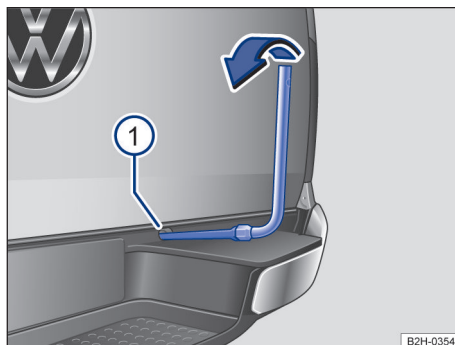

Fig. 204 Controlar el cable de elevación con el cabrestante.
1. Empurrar la llave de vaso de la caja de herramientas de a bordo en el tornillo con cabeza cuadrada → fig. 204 ① → ②.
3. Girar la llave de rueda en el sentido contrario al de la flecha → fig. 204 hasta encontrar resistencia. Si no hay resistencia, el cable de elevación puede romperse → ⚠.
Se debe desmontar el dispositivo antirrobo antes de que se pueda bajar la rueda de repuesto o rueda de emergencia. Antes de remover el dispositivo antirrobo, comprobar que el cable de elevación no está roto → fig. 204.
1. Empurrar la llave de vaso de la caja de herramientas de a bordo en el tornillo con cabeza cuadrada → fig. 204 ① → ①.
3. Para girar la rueda de repuesto o la rueda de emergencia completamente hacia abajo, gire la llave de rueda en el sentido de la flecha → fig. 204 hasta el tope.